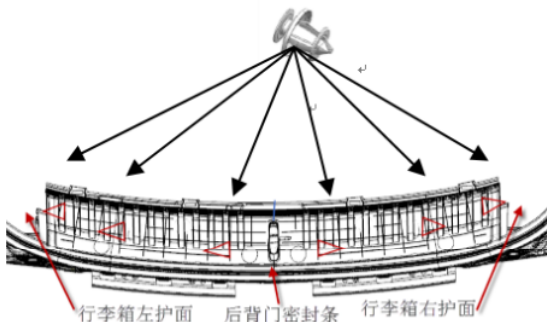

图 7-2-4-1 后围踏板拆卸示意图
- (1) 首先松开后背门门框密封条；
- (2) 如图 7-2-4-1，先掀起行李箱工具箱盖板，将工具箱拆起，然后向上掰后围踏板，将 6 个板类卡扣配合处拆开，即可拿下行李箱门槛护板。